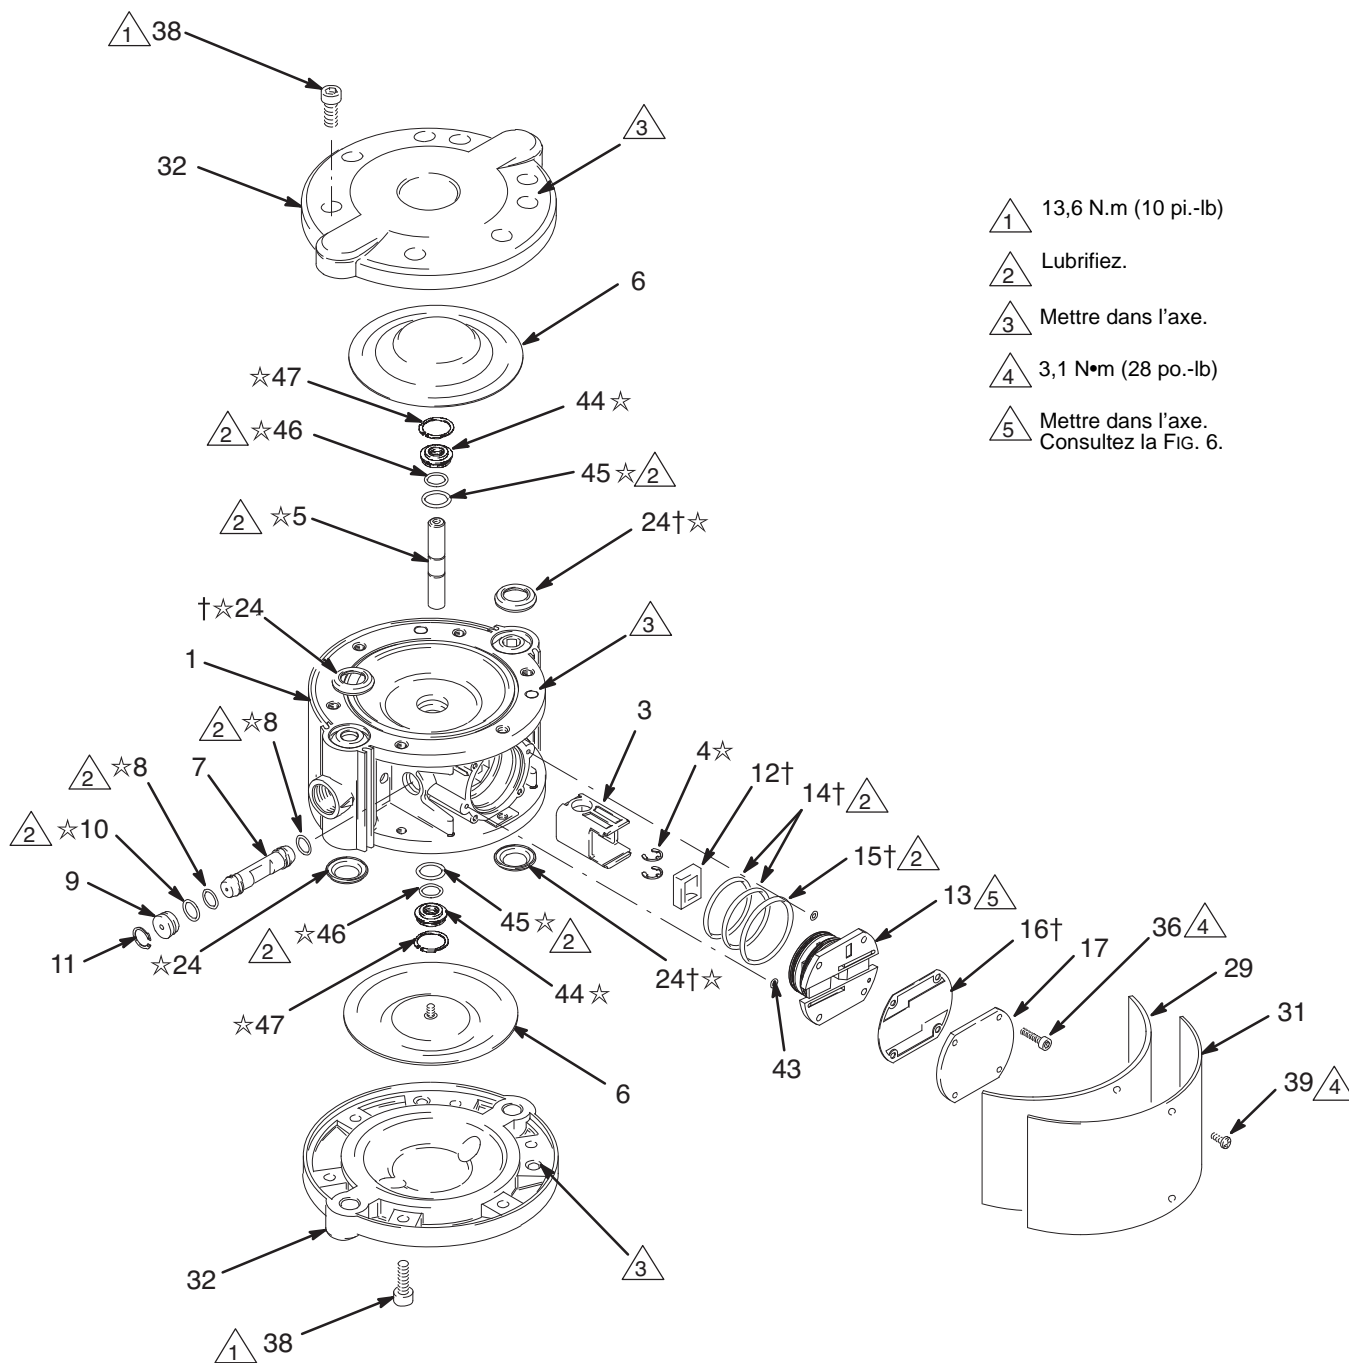

FIG. 8
1. Démontez les capots produit. Consultez la page 14. Démontez la coque (31) et le coussin en feutre (29).
3. Démontez les membranes (6). See page 17.
4. Démontez les bagues de fixation (4☆) de l'axe (5). Consultez la FIG. 8.
5. Faire coulisser l'axe (5) hors du corps de pompe (1). Sortir le tiroir (3) du corps de pompe.
6. Enlevez les bagues de fixation (47) et les roulements (44). Enlevez les joints toriques (45, 46) des roulements.
7. *Si vous ne pouvez pas enlever la seconde membrane de l'axe*, placez celui-ci dans un étau à mâchoires en matériau mou. Dévisser la membrane restante (6) de l'axe (5) à la main.